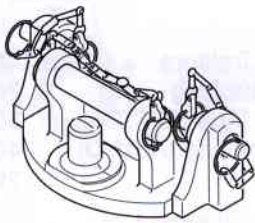

Abb. 4
- **Piton-Fix 820A01** Ausf. A (s. Abb. 4) in Untenanhängung mit zulässiger Stützlast: **2500 kg** (2500 daN) oder